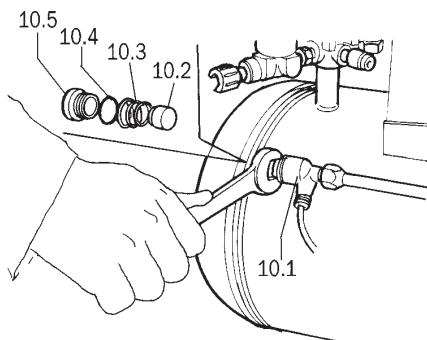

fig. 10
**Mauvais fonctionnement de la vanne d'échappement du pressostat (*figure 10*). La fermeture est empêchée.**
**A - Résistance imparfaite de la soupape de retenue 10.1 (*figure 10*).**